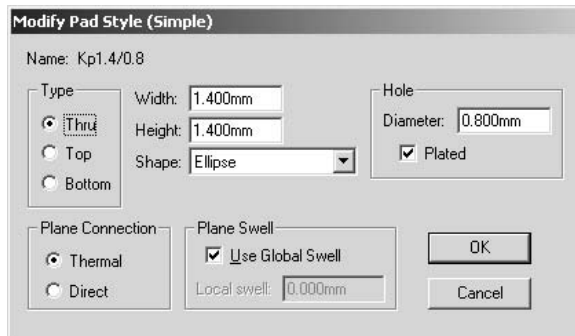

Рис.3.5.2
- В диалоговом окне **Options Pad Style** в списке **Current Style** выбрать появившийся тип Кр1.4/0.8 и нажать кнопку **Modify (Simple)**. В открывшемся диалоговом окне **Modify Pad Style (Simple)** в списке **Type** (тип) выбрать штыревой тип вывода (**Thru**) и установить для него круглую форму контактной площадки. Для этого в поле **Pad Definition** (описание контактной площадки) в открывающемся списке **Shape** выбрать значение **Ellipse**. Установить размеры эллипса: Height (высота) и Width (ширина) равны 1.4 мм, диаметр задать в поле **Hole** равным 0.8 мм (рис.3.5.2).